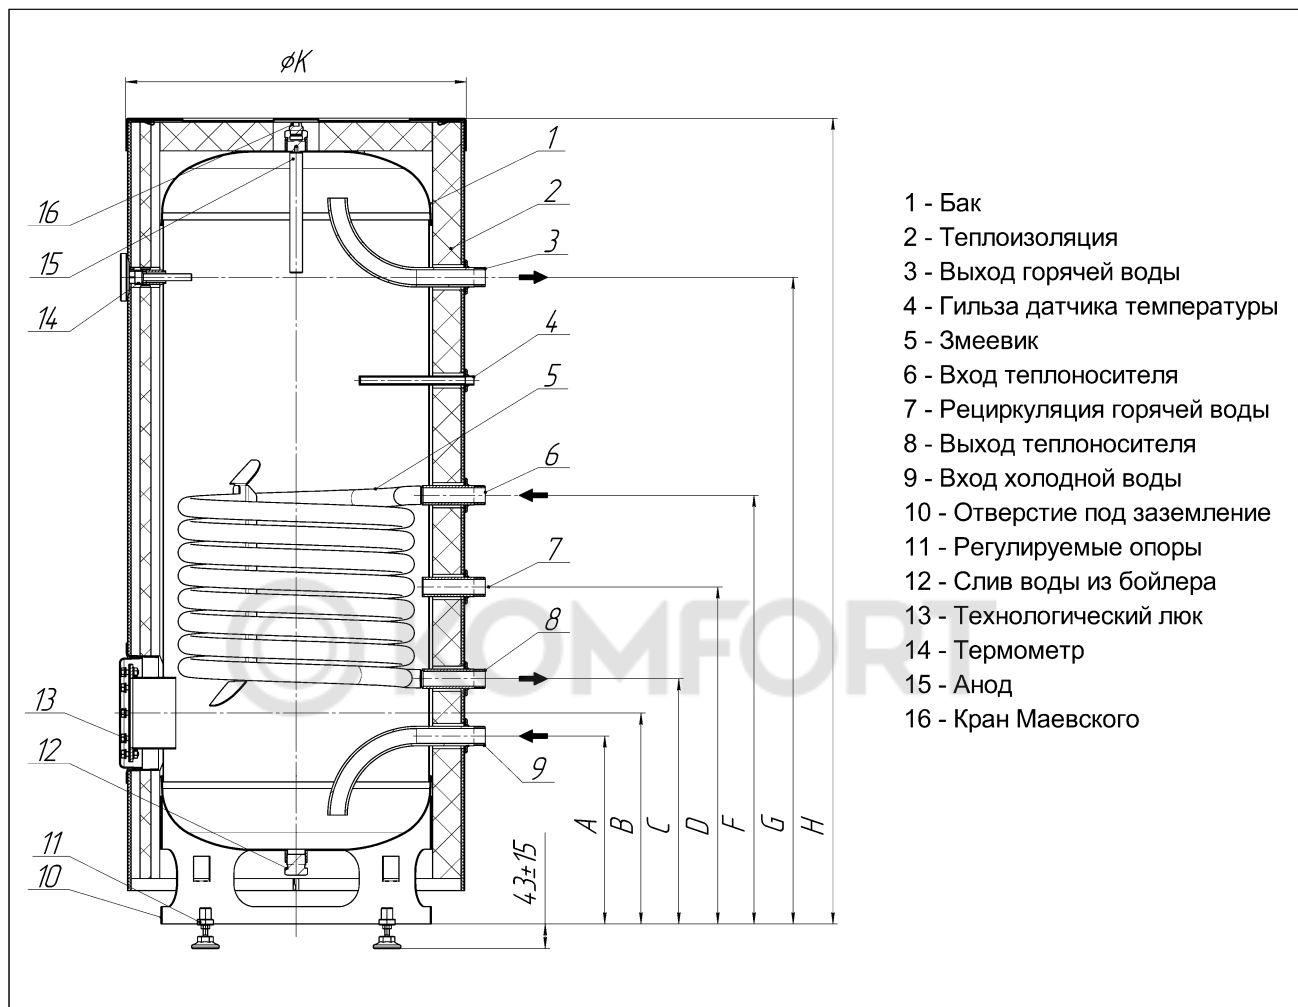
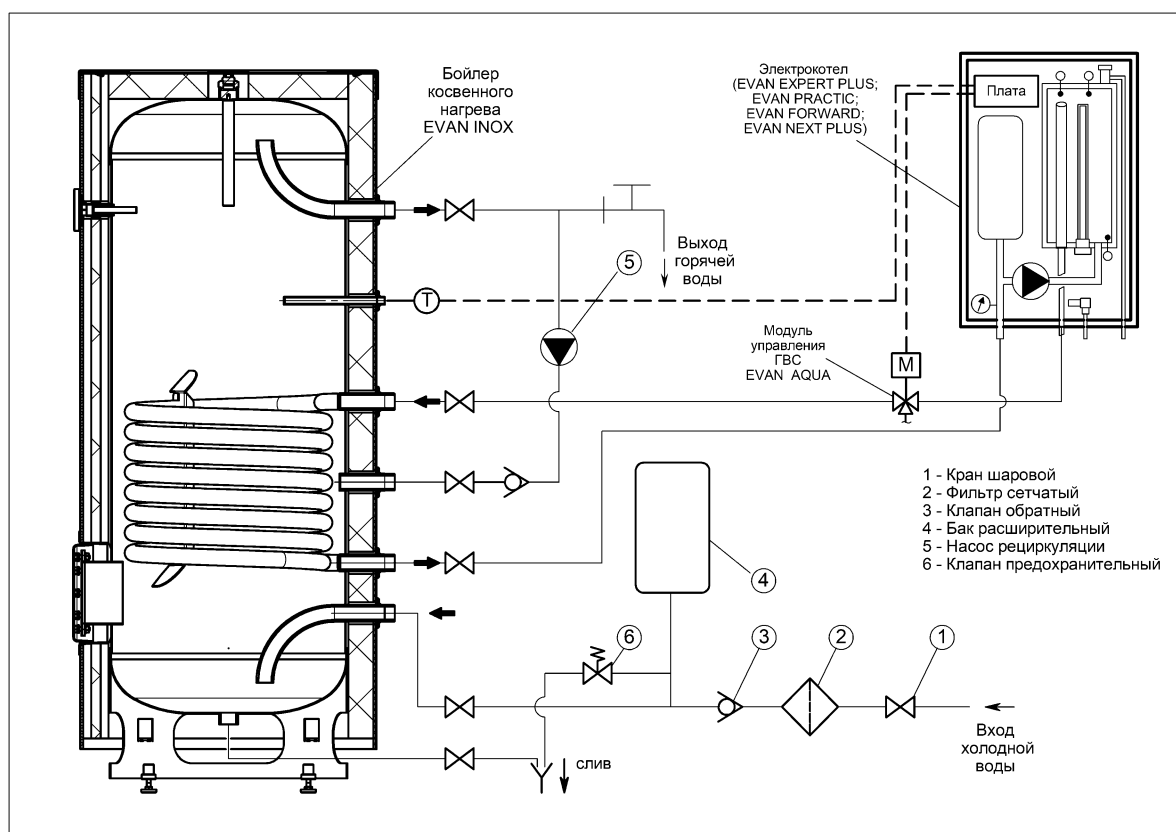

Рисунок 1. Габаритные и присоединительные размеры
Рисунок 2. Типовая гидравлическая схема
5.1 Основные элементы бойлера, габаритные и присоединительные размеры приведены на рисунке 1. Схема работы бойлера приведена на рис.2.
5.3 Внутри бака расположен теплообменник (змеевик) представляющий собой гофрированную нержавеющую трубу выполненную в форме нескольких витков. По замкнутому контуру внутри змеевика бойлера осуществляется циркуляция теплоносителя. При этом через стенку змеевика осуществляется косвенная передача тепла от теплоносителя к нагреваемой воде (см. рис. 2).
Монтаж и запуск бойлера должны выполняться квалифицированным специалистом; в случае электромонтажа ТЭН **квалифицированный специалист должен иметь третью группу по электробезопасности или выше**. В противном случае, вследствие некачественного монтажа, существует риск выхода из строя бойлера и причинения вреда здоровью и имуществу Потребителю и третьим лицам. Типовая гидравлическая схема монтажа бойлера приведена на рис.2. Монтаж бойлера должен осуществляться согласно действующим нормативным документам (СниП, ПУЭ и др.).
(1) установите NTC-датчик температуры воды в гильзу датчика температуры (см. рис. 1 поз.4; см. рис. 2);
(2) подключите NTC-датчик температуры воды к котлу (более подробно см. документацию на котел);
(3) активируйте в настройках котла режим “ГВС” и задайте нужную температуру нагрева воды.